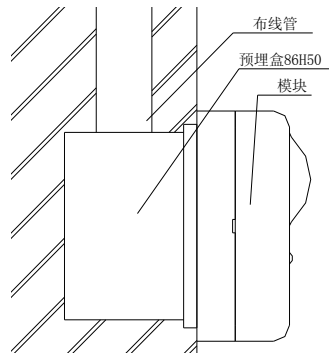
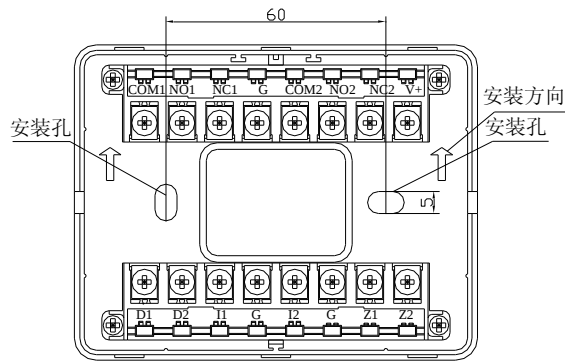

图 2 进线管预埋示意图
图 3 端子示意图
- 3. 模块采用线管预埋安装，将底盒安装在 86H50 型预埋盒上，安装孔距为 60mm(参见图 3)，安装示意图如图 2 所示。
4. 模块端子示意图如图 3 所示。